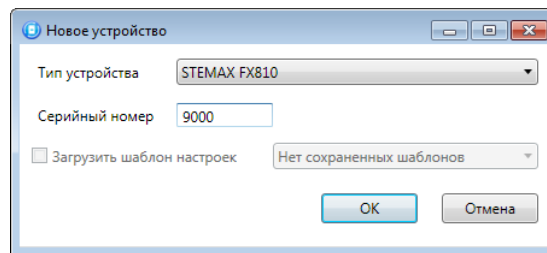

Рисунок 5.5 – Окно Новое устройство
- в открывшемся окне *Новое устройство* (см. рисунок 5.5):